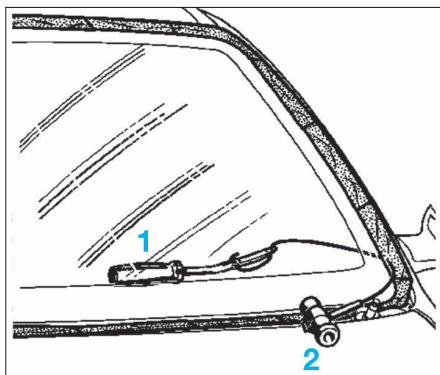

FIG. 119
- Le premier opérateur vient piquer son outil de maintien (1) au niveau du cordon de colle, de l'intérieur du véhicule à environ 300 mm du passage du fil (Fig.119).